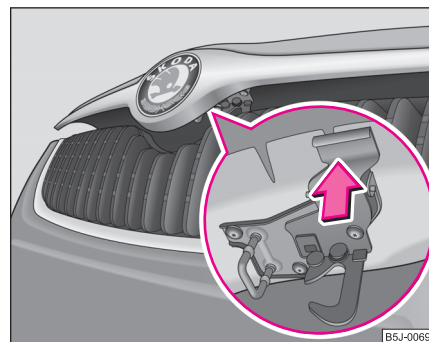

Fig. 154 Rejilla del radiador: Fijación
- Pulse el seguro ⇒ página 221, fig. 154, se desbloquea el capó del vano motor.